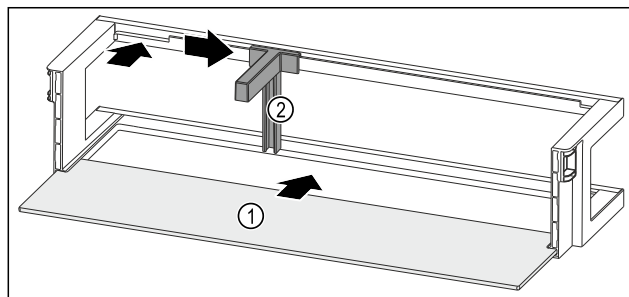

Fig. 96 Odkladací priestor vo dverách s odkladacou plochou
- ▶ Zasuňte odkladaciu plochu Fig. 96 (1) do bočných vybraní.
- ▶ Vložte držiak fliaš Fig. 96 (2) do vybrania.
- ▶ Potlačte držiak fliaš Fig. 96 (2) v požadovanej polohe do strany.